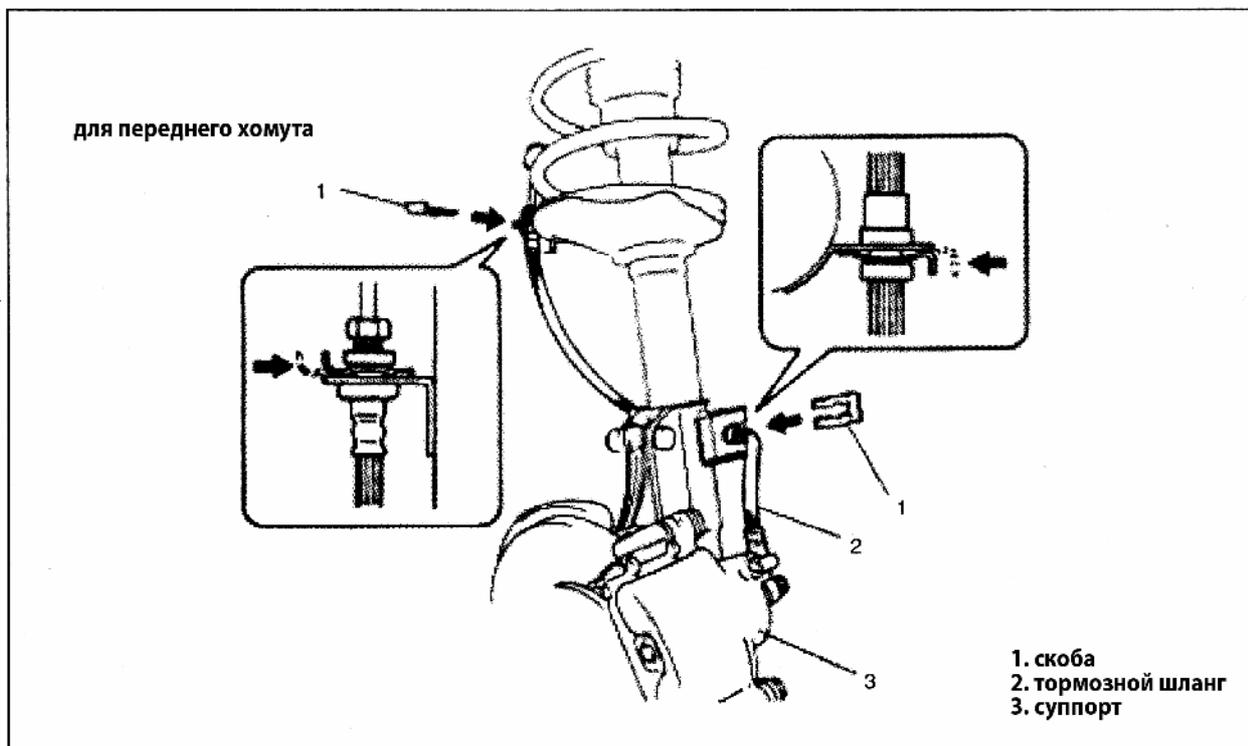

Рис. 629
- Установите хомуты в правильном положении, как показано на рисунке и затяните болты (Рис.629).